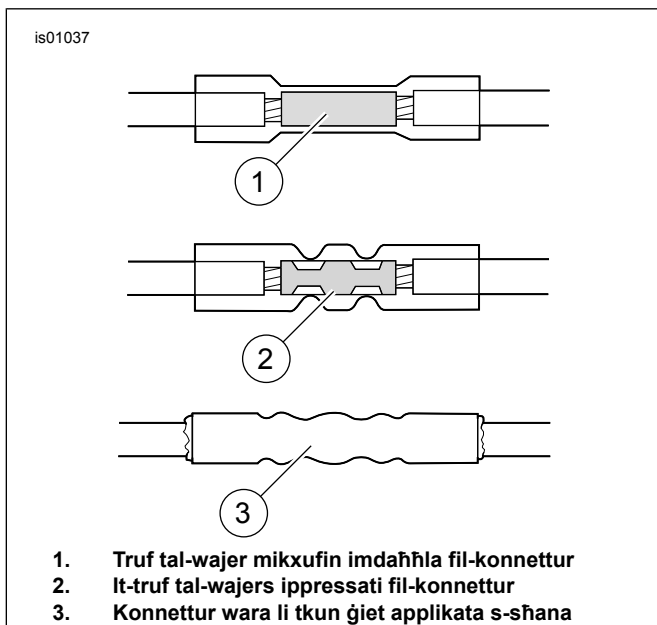

Figura 8. KONNETTURI IĊĈUMBATI SSIĠILLATI
- e. Ara Figura 8 . Mit-truf maqtugħin, daħħal wajer oranġjo/abjad wieħed f'tarf wieħed tal-konnettur iċċumbat. Fit-tarf ieħor tal-konnettur iċċumbat, daħħal wajer oranġjo/abjad ieħor b'wajer aħmar mill-harness tal-adapter.
- Ara Figura 8 . Daħħal il-wajer oranjoo/abjad minn pass 4b f'tarf wieħed tal-konnettur iċċumbat issigillat. Daħħal il-wajer l-aħmar mill-harness tal-adapter fit-tarf l-iehor tal-konnettur iċċumbat issigillat.